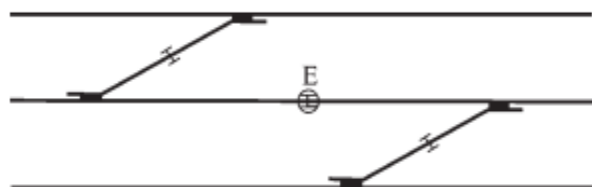

Рис. 33. Место установки стыка между противошерстными стрелками
- 7) установить изолирующие стыки, обеспечивающие одновременные параллельные передвижения (стыки между стрелками съездов, параллельно расположенными съездами и т. п.) (рис. 33);